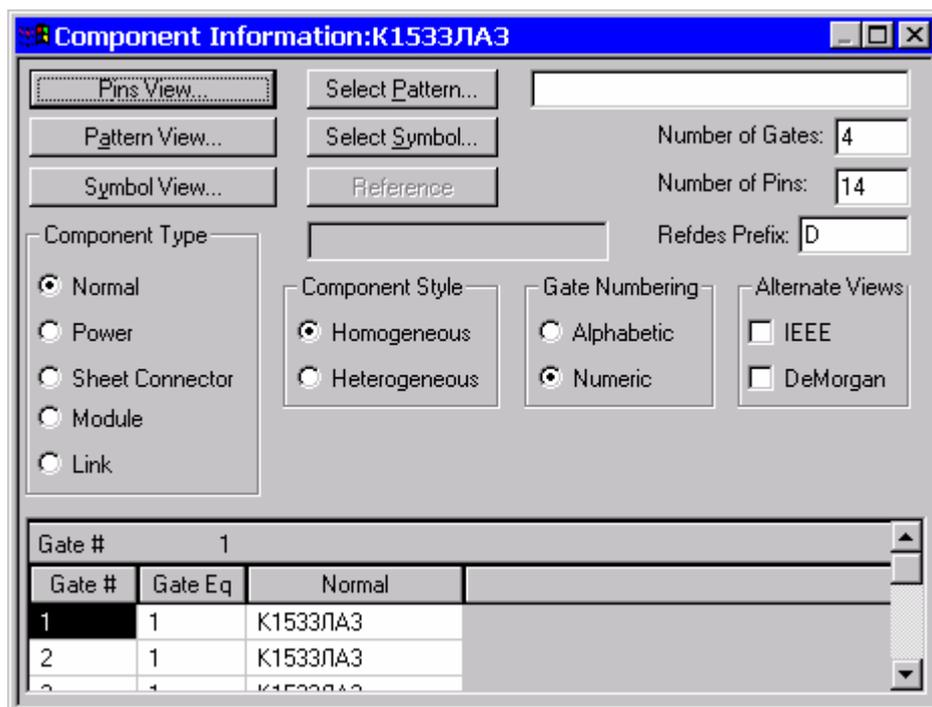

Рис.52
1. Форма Component Information (рис.52).